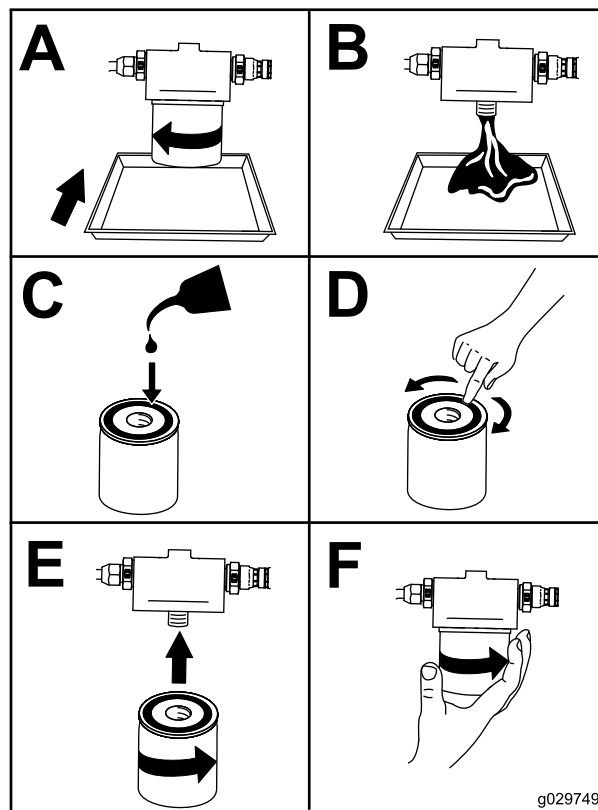

Bild 47
7. Wechseln Sie den Ölfilter (Bild 47).